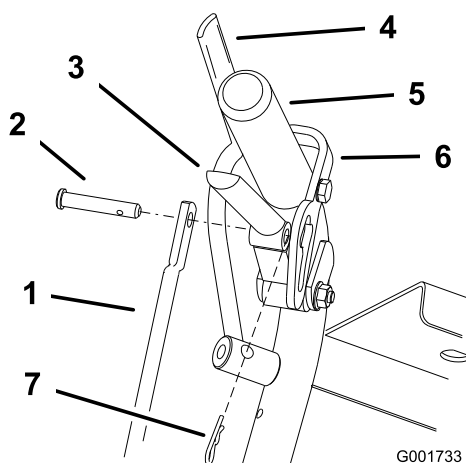
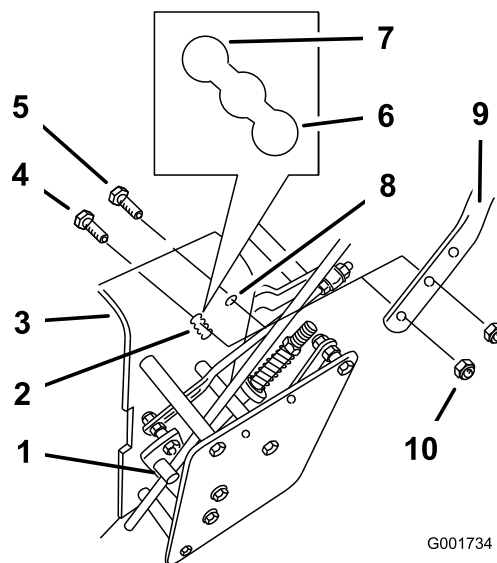

Figura 18
Figura 19
1. Retire los pasadores y los pasadores de seguridad de las palancas de avance y los cierres de bloqueo de punto muerto (Figura 18).
2. Afloje los pernos con arandela prensada superiores ($\frac{3}{8}$ " x $1\frac{1}{4}$ ") y la tuerca con arandela prensada que sujetan el manillar al bastidor trasero (Figura 19).
3. Retire los pernos con arandela prensada inferiores ($\frac{3}{8}$ " x 1") y las tuercas con arandela prensada que sujetan el manillar al bastidor trasero (Figura 19).
5. Ajuste la longitud de la varilla de control girando la varilla de control en el acoplamiento (Figura 18 y Figura 19).
6. Instale el pasador de horquilla entre las palancas de avance y los cierres de bloqueo de punto muerto e introdúzcalo en los pasadores de seguridad (Figura 18).